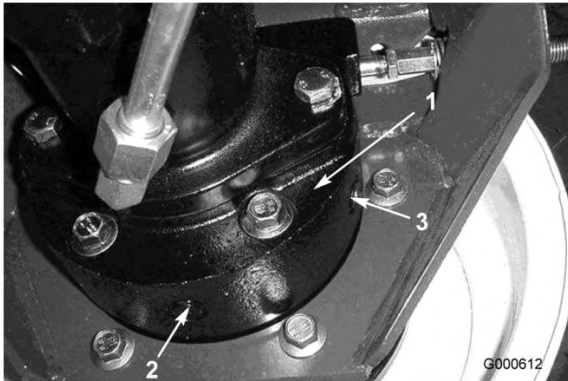

Bild 46
3. Stellen Sie ein weiteres Auffanggefäß unter das Bremsgehäuse an der anderen Seite des Rads (Bild 46).